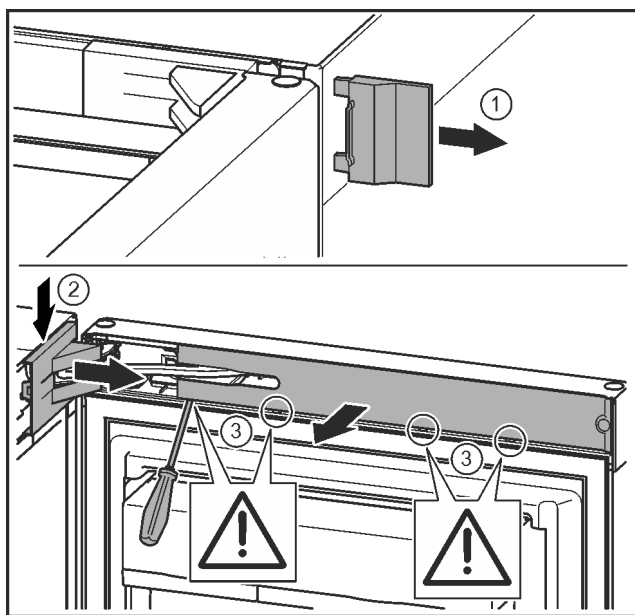

Fig. 9
- Retire la cubierta exterior. Fig. 9 (1)
- Desenganche y suelte la cubierta del soporte de cojinete. Retire la cubierta del soporte de cojinete. Fig. 9 (2)
- Desenganche el panel con el destornillador para tornillos de cabeza ranurada y gírelo lateralmente. Fig. 9 (3)